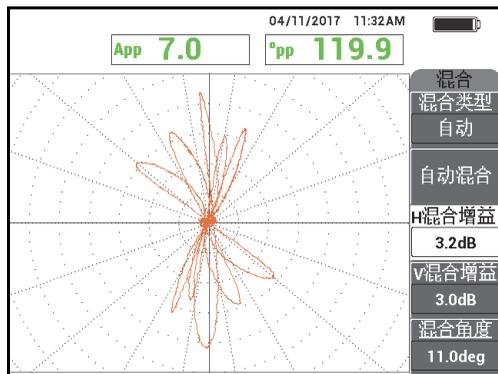

图 5-177 移动了管板圆环后扫查管件的结果（混合）
3. 扫查管件，以探测到缺陷（参见第 236 页的图 5-177）。